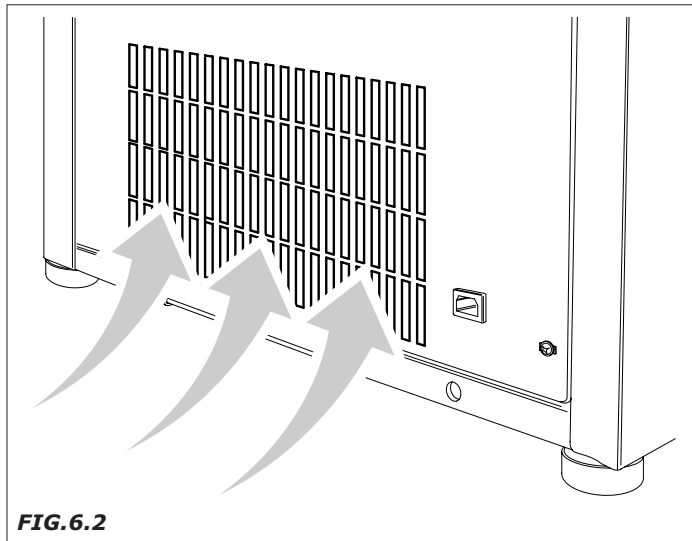

FIG.6.2
- Asegurarse de que las rejillas de ventilación del radiador se vean libres en todo momento de polvo o similares para garantizar una ventilación perfecta del grupo refrigerante (Fig.6.2).